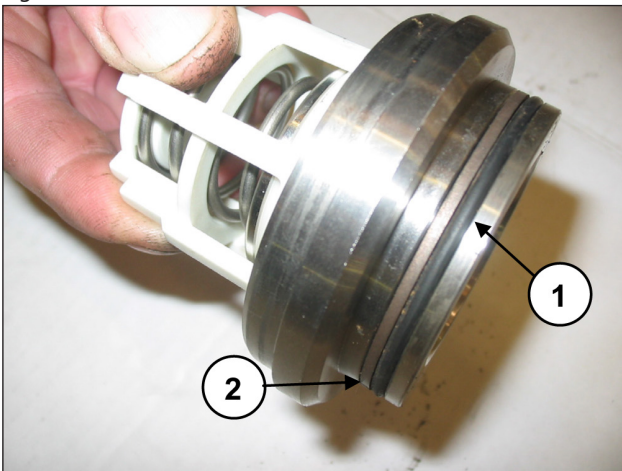

Fig. 123
Monte o anel circular, pos. de explosão nº. 5 (pos. ①, Fig. 123) e o anel anti-extrusão, pos. de explosão nº. 15 (pos. ②, Fig. 123) sobre o local da válvula de fluxo.